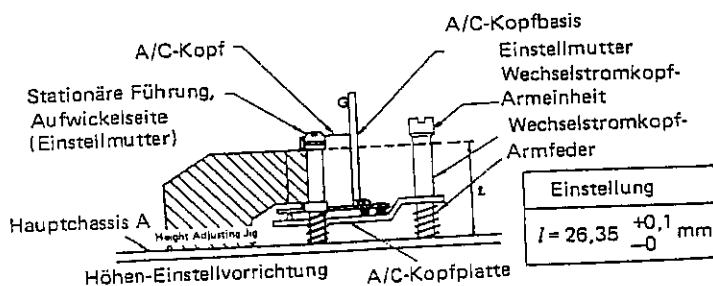

Abbildung 22.
1. Wie aus Abb. 22 ersichtlich, setzt man die Führungshöhe-Einstellvorrichtung am Hauptchassis A an.